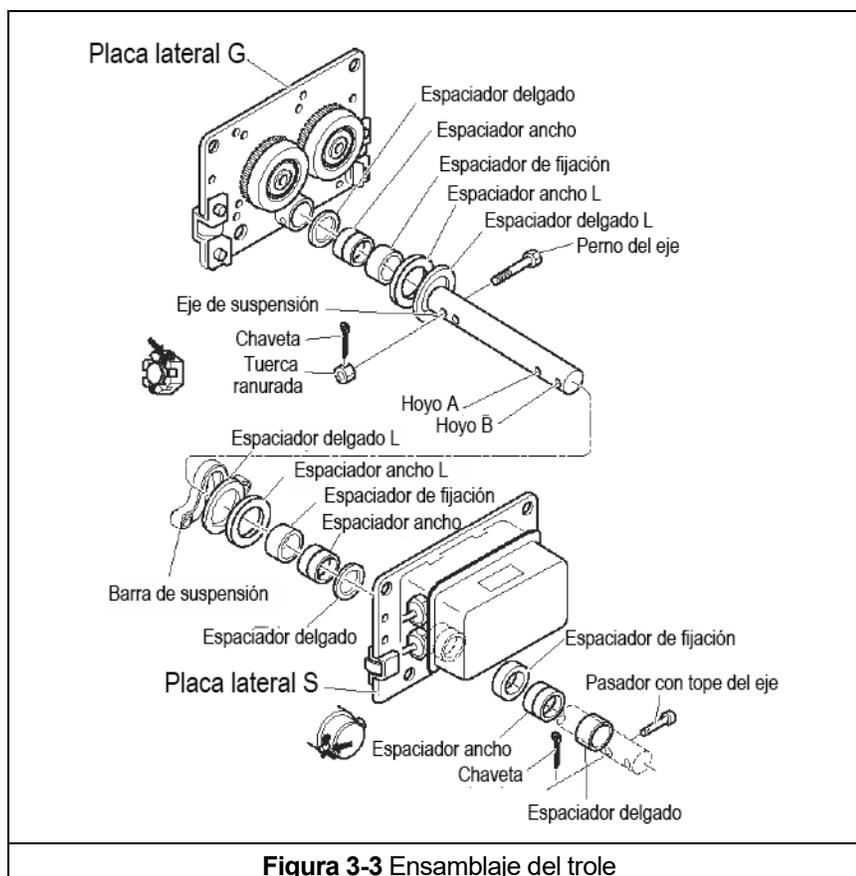

**Figura 3-1** Instalación de la barra de suspensión en polipastos EQ
- 1) Consulte la **Figura 3-1**.